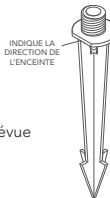

Figure 2
2. À l'aide d'un maillet en caoutchouc, enfoncez soigneusement les piquets inclus dans le sol aux emplacements de montage prédéterminés. Noter l'indicateur plat sur le piquet et s'assurer que cet indicateur est orienté vers l'enceinte souhaitée (voir Figure 2).